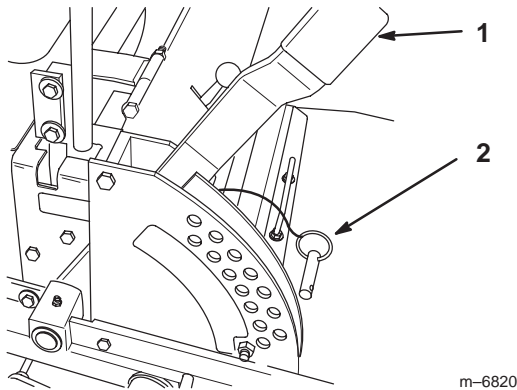

Figure 16
1. Relevez le levier de sélection de hauteur de coupe en position de transport (qui correspond aussi à la hauteur de coupe de 127 mm ou 5 pouces) (Fig. 16).
2. Pour changer de hauteur de coupe, retirez l'axe de chape du support de hauteur de coupe (Fig. 16).
3. Placez l'axe de chape dans le trou du support correspondant à la hauteur de coupe voulue (Fig. 16).